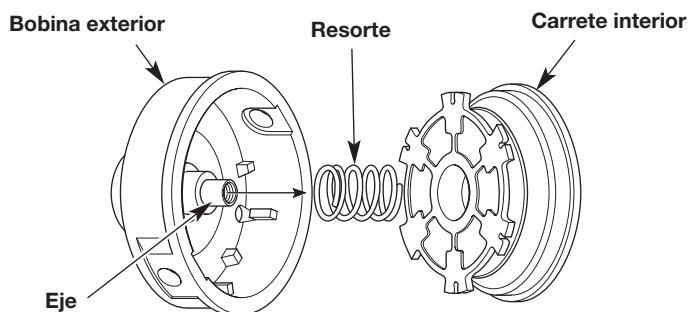

Fig. 16
- Saque el carrete interior de la bobina exterior (Fig. 16).
- Saque el resorte del carrete interior (Fig. 16).